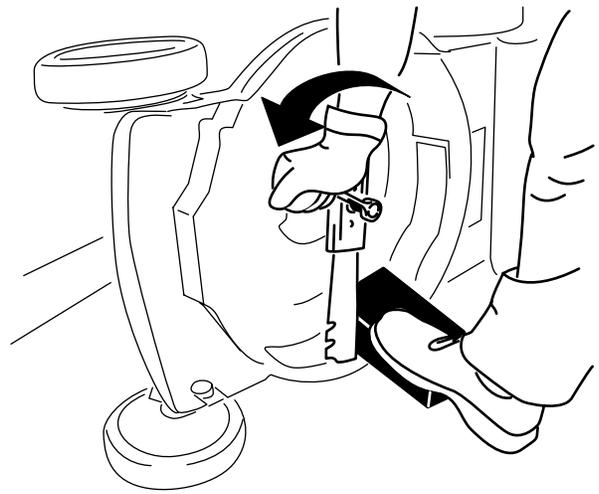

Bild 23
2. Stabilisieren Sie das Messer mit einem Holzblock (Bild 23).
3. Nehmen Sie das Messer ab und bewahren Sie alle Befestigungsschrauben auf (Bild 23).